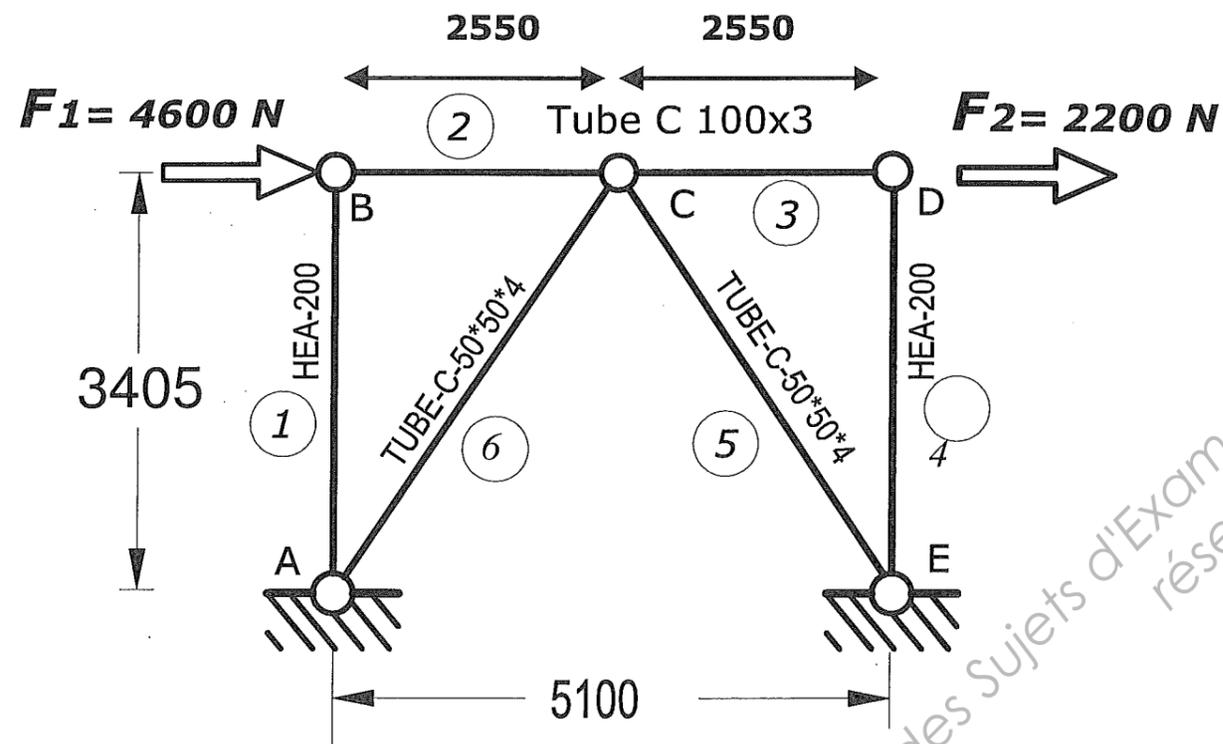

Figure 2
2.1 Déterminer le degré d'hyperstaticité de la structure figure 2.